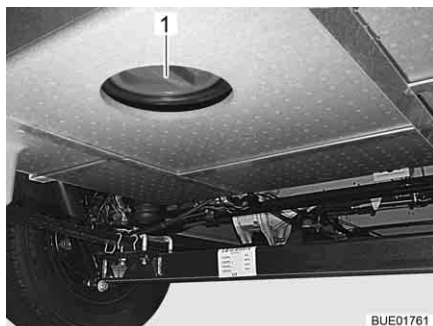

Bild 181 Rengöringsöppning avloppstank
- Öppna avloppstankens rengöringsöppning (Bild 181,1) och avtappningskranen.